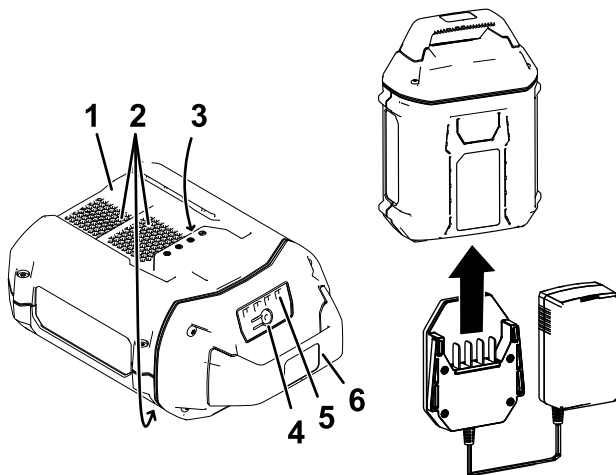

Figura 2
2. Alinee el hueco de la batería (Figura 2) con la lengüeta del cargador.
3. Deslice el cargador en la batería hasta que quede totalmente asentado (Figura 2).